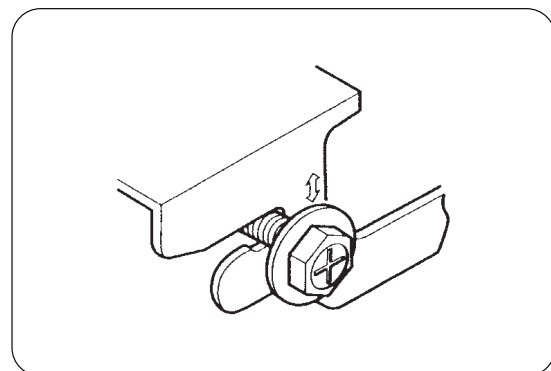

Fig.8.7
- El tornillo de suspensión se mantiene dentro de el tapón de la unidad interior. Nunca quite el tapón. Levante el equipo y deslice la escuadra de colgar de modo que coincidan sus agujeros con los tornillos correspondientes (Fig.8.7).